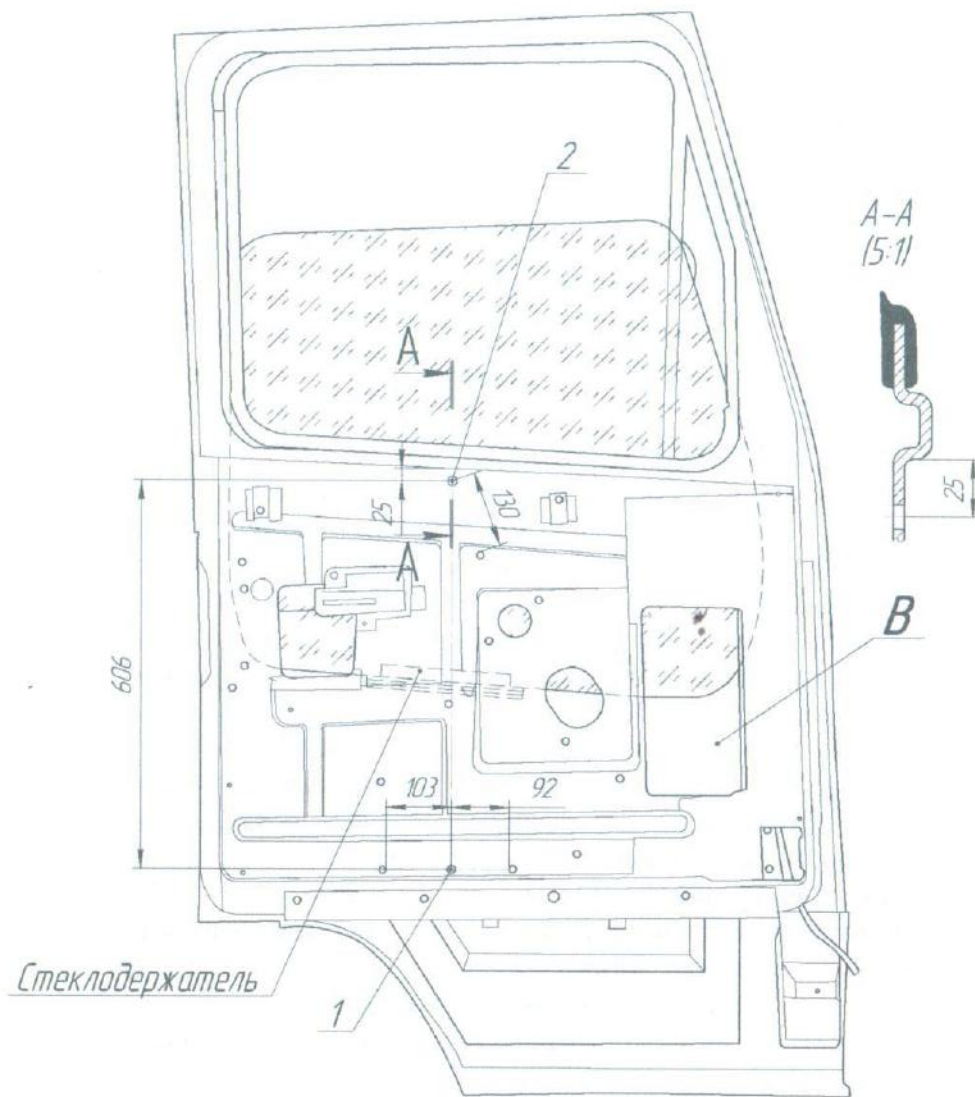

Рис. 1. Установка ЭСП в левую дверь.
6.5.2. Разметить штангенциркулем, затем просверлить два отверстия «1», «2» диаметром 6,5 мм на внутренней стенке двери с координатами (см. рис. 1).
6.5.4. Через окно двери «В» ввести ЭСП в полость двери (см. рис. 1).
6.5.6. Перемещая ЭСП по направляющей стеклодержателя, закрепить ЭСП в просверленных отверстиях «1» и «2» крепежом М6 из комплекта монтажных и крепежных деталей, (см. рис. 1).